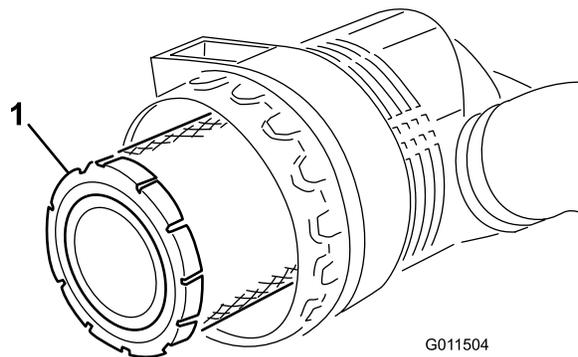

Figure 56
3. Déposez et remplacez l'élément principal (Figure 56).